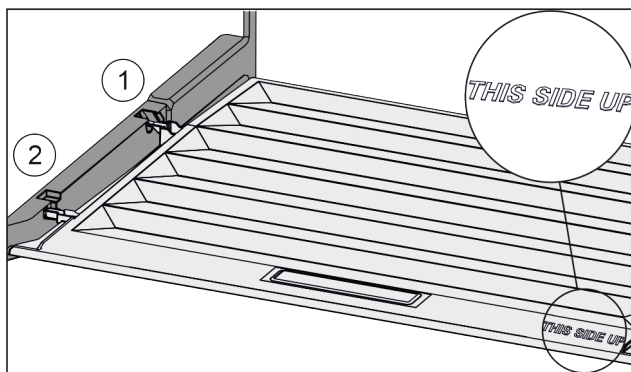

Fig. 45
- Výstupky víka zavedte do zadních držáků Fig. 45 (1) a vpředu zaklesněte do držáku Fig. 45 (2).